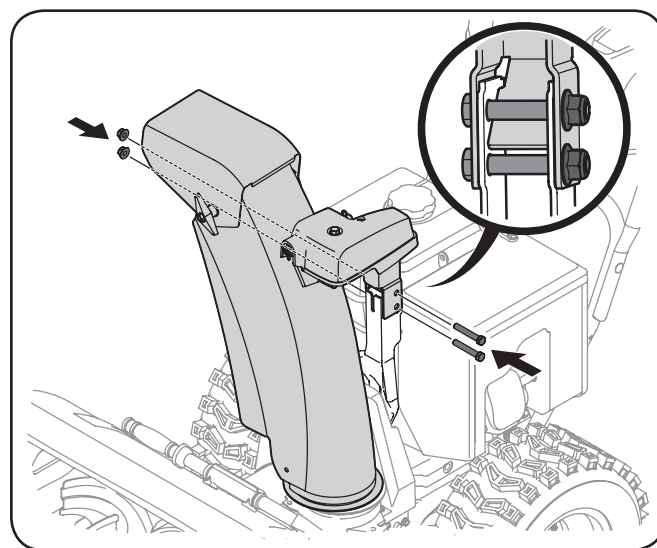

Figure 3-16
3. Fixez la tête de commande de la goulotte au support de la goulotte avec les contre-écrous et les boulons retirés antérieurement. Voir Figure 3-16.